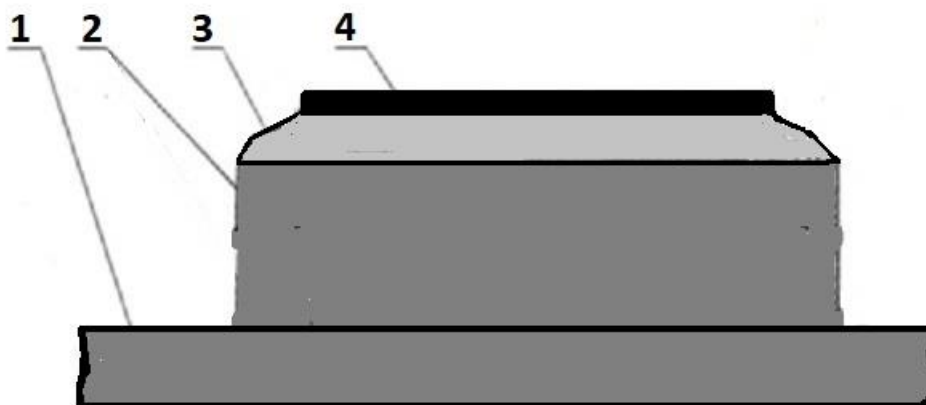

Рис. 9. Внешний вид горловины, сформированной с применением набора «СНКЛ-3 ССД» после обмазывания бетоном верхнего кольца и корпуса люка:
5.14. Наносят на верхнее кольцо и на корпус люка слой бетона, полностью закрывая бетоном накладки и швеллера и доходя до середины высоты корпуса люка (рисунок 9).